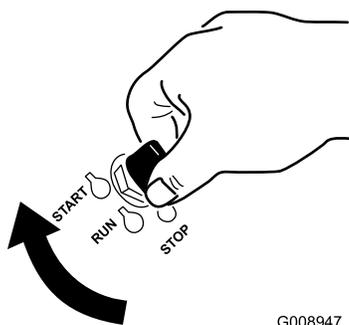

Figure 14
1. Tournez la clé de contact à la position DÉMARRAGE (Figure 14).